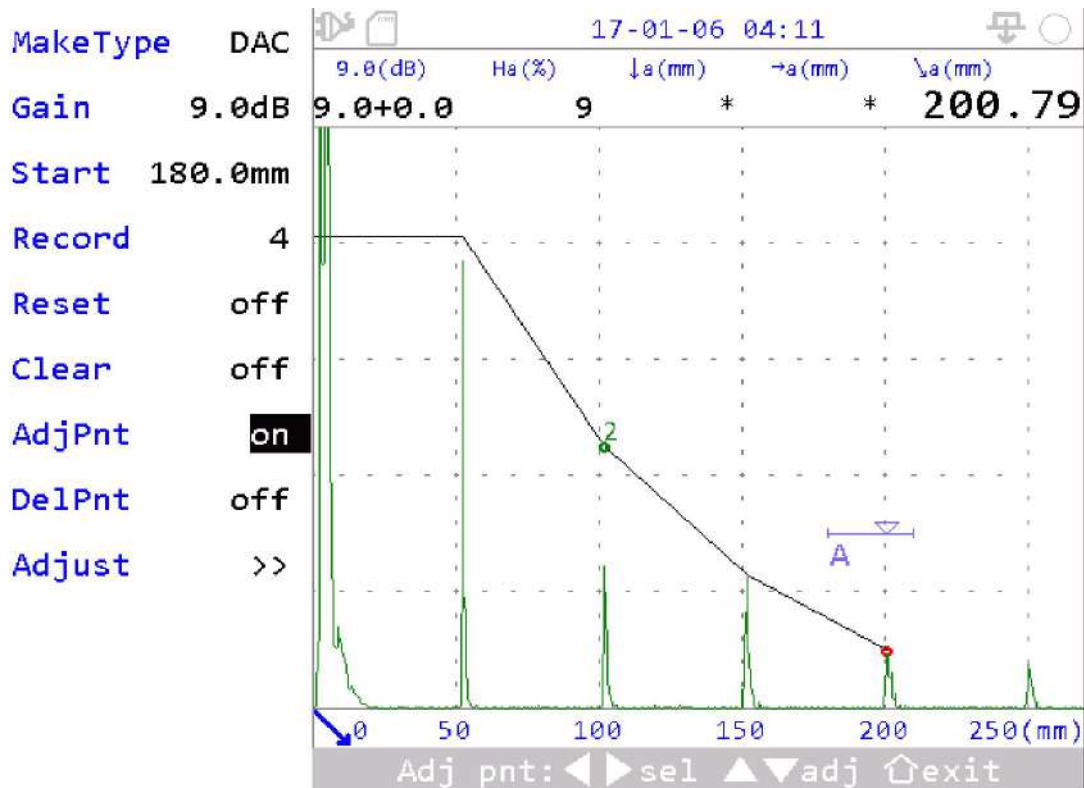

Fig. 2-16 DAC AdjPnt
- 2) Los consejos de operación se muestran en la pantalla Ver Fig 2-16